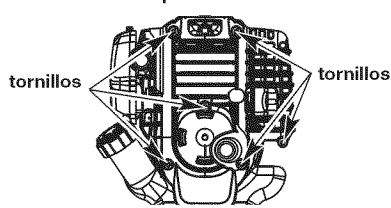

Fig. 28
1. Quite los dos (6) Tornillos de encima de la tapa del motor con un destornillador de pala o Torx #25 (Fig. 28).
4. Saque la cubierta del motor (Fig. 28).
1. Apague el motor y espere que se enfríe. Retire los seis (6) tornillos de la parte posterior de la tapa del motor con destornillador de cabeza plana o Torx No. T-25 (Fig. 28).